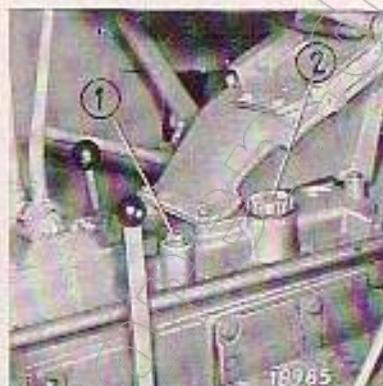

Bild 66
Das neue Öl wird durch die Öleinfüllbohrung ② — Bild 66 — auf der Oberseite des Getriebeblocks eingefüllt.